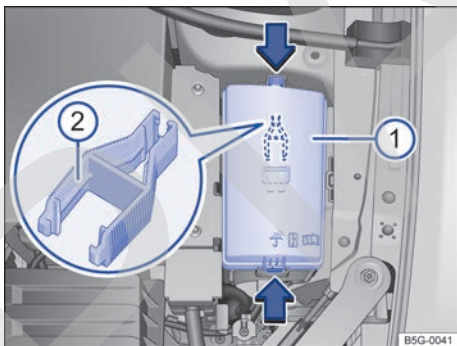

Fig. 236 En el vano motor: cubierta (1) de la caja de fusibles con pinzas de plástico (2).
- Para desbloquear la cubierta de la caja de fusibles, presione las teclas de bloqueo en el sentido que indican las flechas → fig. 236 (1).
En el lado interior de la cubierta de la caja de fusibles del vano motor podría haber unas pinzas de plástico → fig. 236 (2) para extraer fusibles.